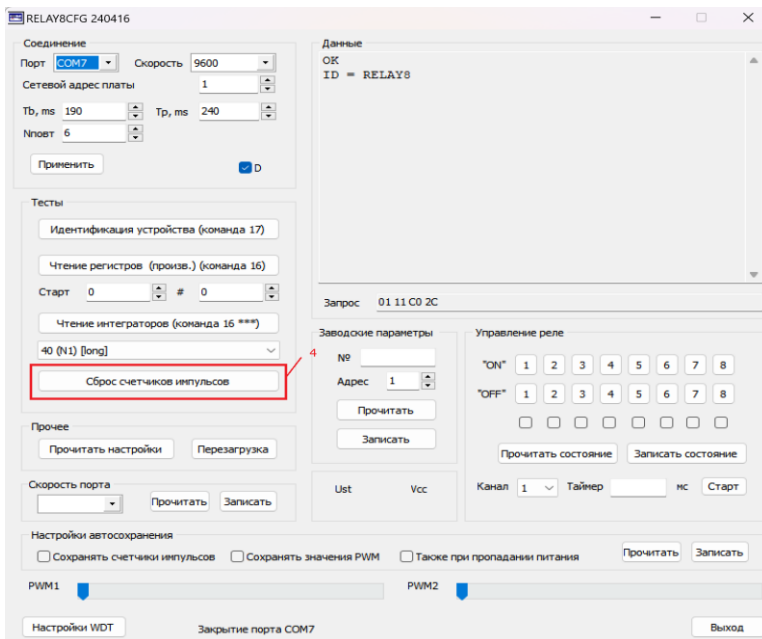

Рис.9.1
4. Кнопкой «Сброс счетчиков импульсов» сбрасываются интеграторы и счет начинается с 0 имп. (рис. 9.1.)